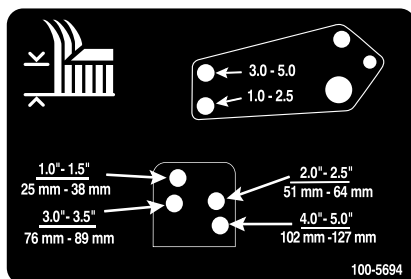

Figura 26
10. Alinee los taladros de los acoplamientos de los amortiguadores con los taladros seleccionados del soporte de altura de corte en el bastidor de la carcasa de corte y coloque los pasadores de horquilla y las chavetas (Figura 26).